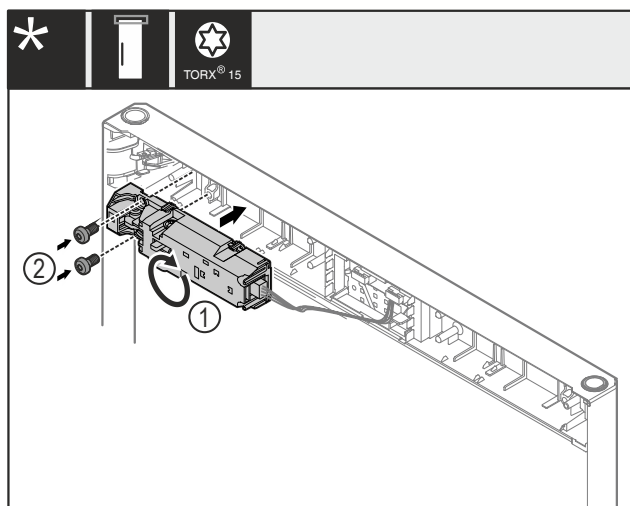

Fig. 23
- Käännä kaukolukkoa Fig. 23 (1) 180° ja asenna vastakkaiselle puolelle.
- Kiinnitä etälukko Fig. 23 (1) ruuveilla Fig. 23 (2).